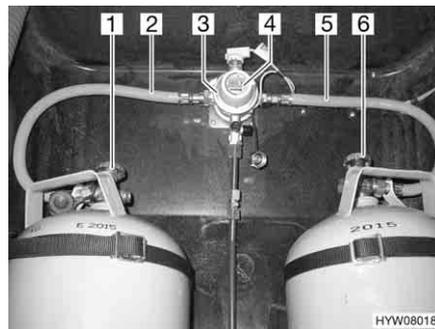
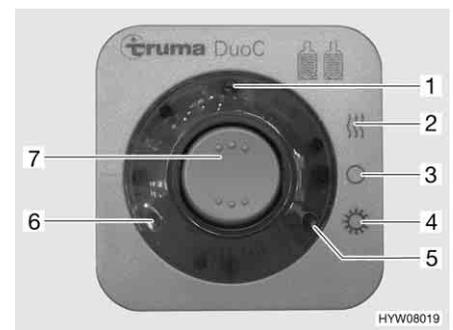

Bild 114 DuoControl-Umschaltanlage
Bild 115 Bedieneinheit
Die DuoControl-Umschaltanlage besteht aus einem Umschaltventil (Bild 114,3) und der Bedieneinheit (Bild 115). Das Umschaltventil ist zwischen den Gasschläuchen (Bild 114,2 und 5) montiert. Mit dem Drehknopf (Bild 114,4) am Umschaltventil kann bestimmt werden, welche der Gasflaschen als Betriebsflasche und welche Gasflasche als Reserveflasche verwendet wird.
An der Bedieneinheit (Bild 115) können nur die elektrischen Funktionen geschaltet werden. Die Haupt-Absperrentile der Gasflaschen (Bild 114,1 und 6) müssen von Hand geöffnet werden.
Das Umschaltventil gewährleistet einen konstanten Gasdruck, unabhängig davon, welche Gasflasche Gas liefert. Die zwei Kontroll-Leuchten an der Bedieneinheit zeigen den Füllstand der Betriebsflasche an. Wenn die grüne Kontroll-Leuchte (Bild 115,6) leuchtet, ist die Betriebsflasche voll. Wenn die rote Kontroll-Leuchte (Bild 115,5) leuchtet, ist die Betriebsflasche leer. Die Gasversorgung erfolgt dann über die Reserveflasche.
- Die Haupt-Absperrventile an den Gasflaschen (Bild 114,1 und 6) öffnen.
- Mit dem Drehknopf (Bild 114,4) am Umschaltventil (Bild 114,3) die Gasflasche wählen, der vorrangig das Gas entnommen werden soll (Betriebsflasche).
- An der Bedieneinheit (Bild 115) die DuoControl-Umschaltanlage einschalten.
Dazu den Wippschalter (Bild 115,7) auf Winterbetrieb "Ein und Heizen" (Bild 115,2) oder auf Sommerbetrieb "Ein" (Bild 115,4) stellen. Das Umschaltventil ist jetzt entlüftet. Die gelbe Kontroll-Leuchte (Bild 115,1) leuchtet, wenn Winterbetrieb gewählt wird und die Regler-Enteisungsanlage eingeschaltet ist.
- Den Wippschalter (Bild 115,7) auf "O" (Bild 115,3) stellen. Die gelbe Kontroll-Leuchte (Bild 115,1) erlischt.
- Die Haupt-Absperrventile an den Gasflaschen (Bild 114,1 und 6) schließen.
**Fernanzeige** Die Kontroll-Leuchten an der Bedieneinheit (Bild 115,5 und 6) signalisieren im Fahrzeuginneren, ob die Betriebsflasche betriebsbereit ist.
**Gasflaschenwechsel** Wenn die grüne Kontroll-Leuchte (Bild 115,6) während des Betriebs erlischt und die rote Kontroll-Leuchte (Bild 115,5) aufleuchtet, ist die als Betriebsflasche gewählte Gasflasche leer und muss gewechselt werden. Die Reserveflasche versorgt die Gasverbraucher weiterhin mit Gas.